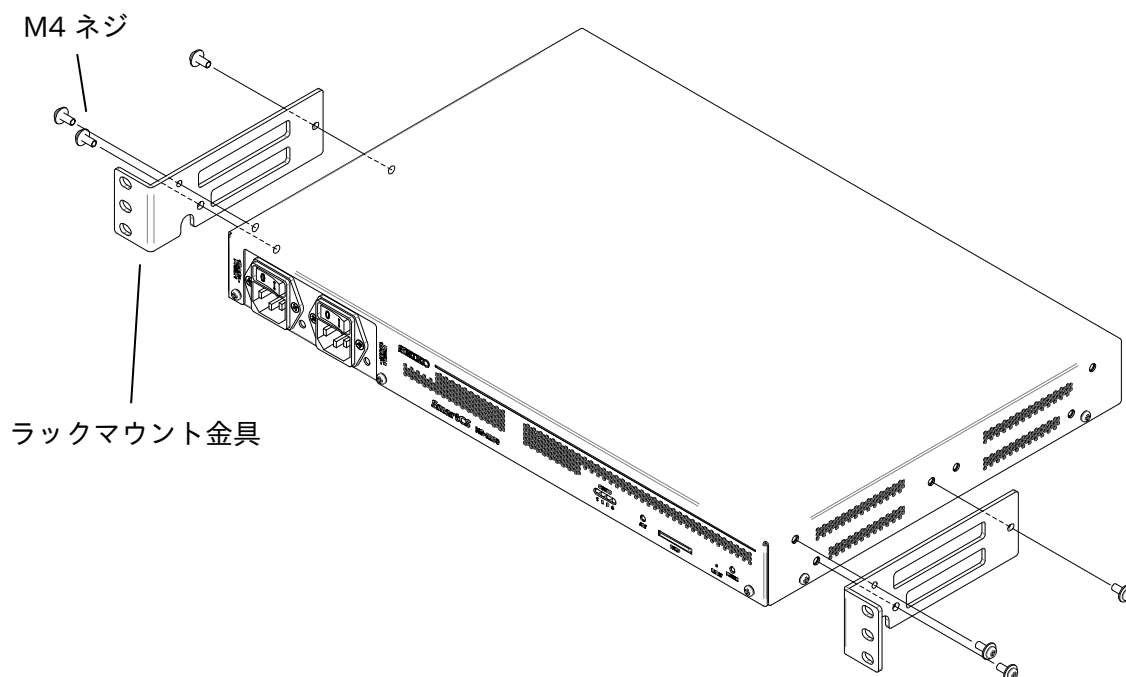

図 3-1 ラックマウント用金具の取り付け
- ① 図 3-1 に示すように、M4 ネジ 6 本を使用しラックマウント用金具を本装置にしっかり取り付けてください。